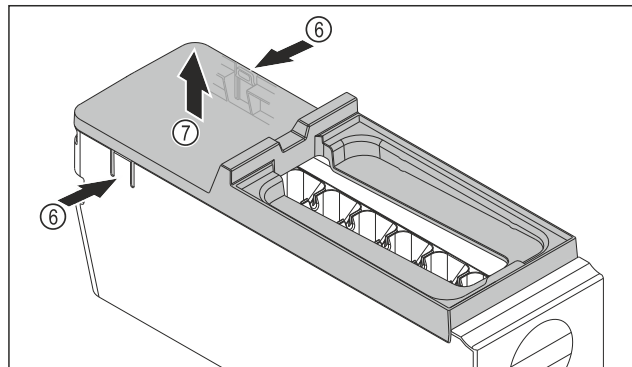

Fig. 243
- Izvadite poklopac tijela sustava EasyTwist-Ice: Pritisnite jezičke Fig. 243 (6) na obje strane tijela sustava EasyTwist-Ice jednom rukom.
- Poklopac Fig. 243 (7) drugom rukom izvucite prema gore.